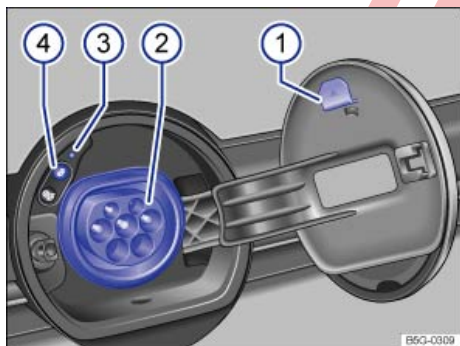

Fig. 47 Representación esquemática de la tapa abierta de la toma de carga de la batería: conectar el cable de carga.
● Enchufe el conector del cable de carga en la toma de carga del vehículo ⇒ fig. 47 ②. En cuanto se detecta el conector de carga, el indicador del proceso de carga ③ ⇒ página 100 se enciende en amarillo y en la pantalla del cuadro de instrumentos se enciende el testigo de control ④. Adicionalmente se bloquea el conector de carga y ya no es posible retirarlo de la toma de carga. Si no se puede bloquear el conector de carga del vehículo, transcurridos aprox. 10 segundos el indicador del proceso de carga ③ se enciende en rojo y la batería de alto voltaje no se carga. Desenchufe el conector de carga y vuelva a enchufarlo en la toma de carga. En caso necesario, acuda a un taller especializado y encargue la revisión de la toma de carga.